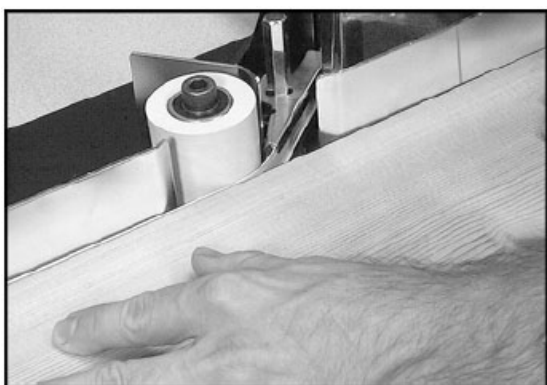

Рисунок 13
**ПРИМЕЧАНИЕ:** Убедитесь, что клеящая сторона прикрепляется к рабочей заготовке. Если вы подаете рабочую заготовку слишком быстро, либо температура пистолета горячего воздуха слишком мала, то сцепление будет плохим. Внесите необходимые регулировки, чтобы добиться хорошего сцепления. 11. По мере продвижения рабочей заготовки (Рисунок 13) передний край рабочей заготовки может упираться как в планку разгрузки, так и в прижимной ролик. Всегда сохраняйте давление на прижимной ролик, когда облицовываете кромки.